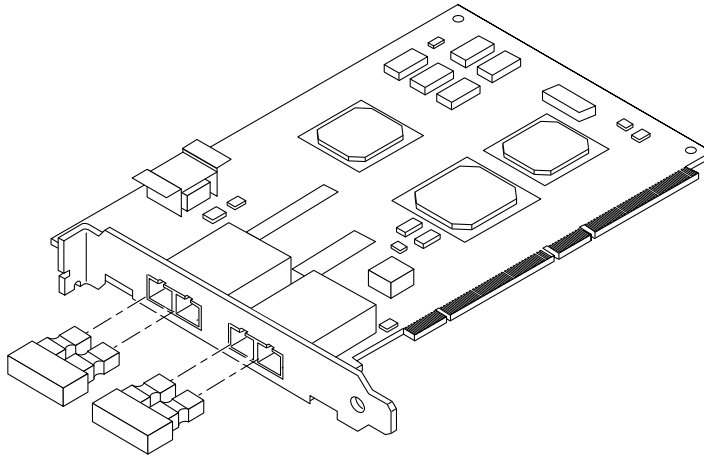

FIGURE 1-3 Caches anti-poussière de l'adaptateur hôte Sun StorEdge PCI à double accès Fibre Channel
1. Ôtez les deux caches anti-poussière des connecteurs de transcepteur optique (OT) 1x9 (FIGURE 1-3).